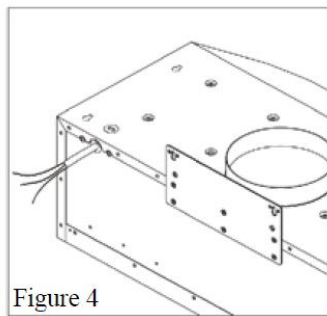

Figure 4
3. Punktieren Sie das durchbohrte Drahtzugangsloch auf der Rückseite der Haube und ziehen Sie die elektrischen Kabel durch, wie in Abbildung 4 dargestellt.